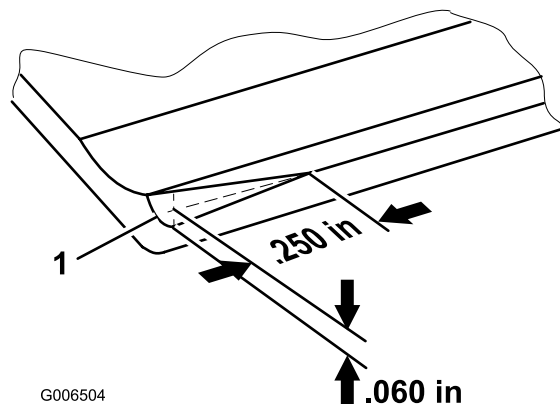

図 18
**注** 出荷時に面取りを施していますが（図 18）、この面取りはベッドナイフの寿命の中ほど（40%）でなくなりますので、再度の面取りが必要になります。